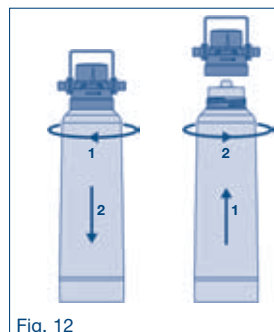

Fig. 12
2. Retirez la cartouche filtrante de la tête de filtre en la dévissant dans le sens des aiguilles d'une montre (voir la fig. 12). La tête de filtre pivote sur 90° sur le support de filtre pour faciliter le démontage de la cartouche filtrante.
3. Procédez à l'installation de la cartouche filtrante (voir la fig. 12).